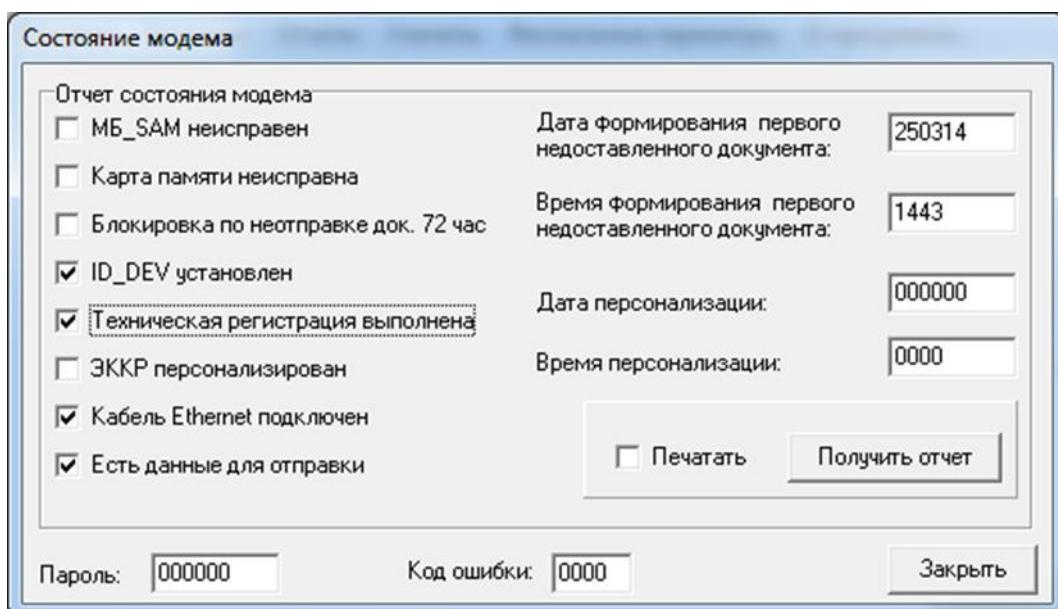

Рисунок 29
5.13 У вікні, що з'явиться перевірити пункти, відмічені позначками (рисунок 29).